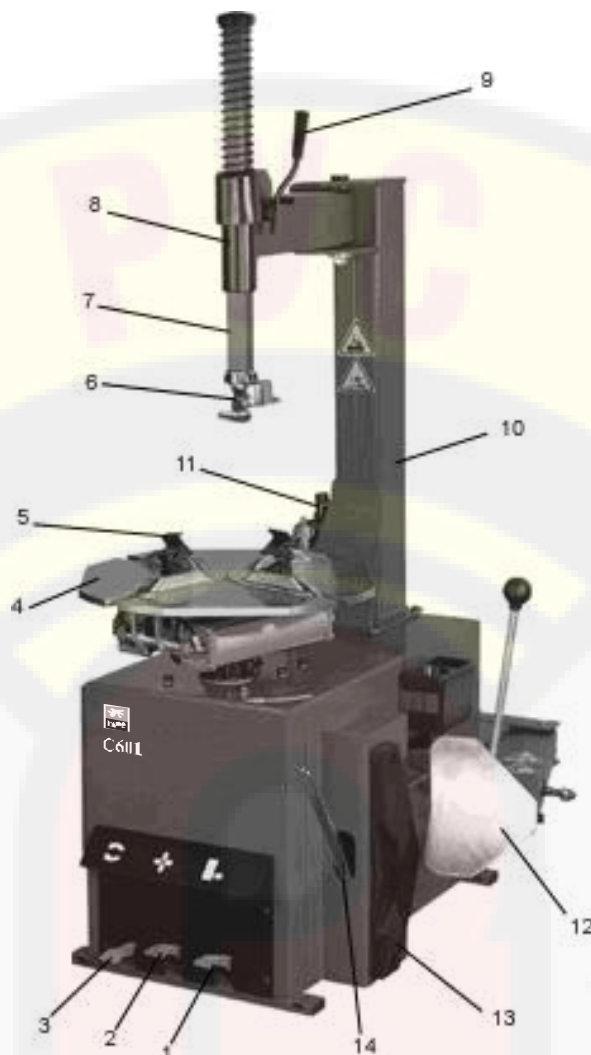

Рисунок .2
6.1.2 Отожмите педаль реверса 3 (рисунок 2) вниз, поворотный стол должен повернуться в направлении часовой стрелки. Отожмите педаль вверх – и поворотный стол должен повернуться в направлении против часовой стрелки.
6.1.3 Нажмите педаль отжима 1 (рисунок 2), чтобы привести в действие отжим. Когда отпустите педаль – отжим должен вернуться в исходное положение.
6.1.4 Нажмите педаль зажимных кулачков 2 (рисунок 2) один раз, чтобы открыть четыре кулачка. Нажмите педаль снова, чтобы закрыть кулачки.
6.3.2 Расположите колесо в сборе ровно на поворотном столе 4 (рисунок 2).
Расположите четыре кулачка 5 (рисунок 2) в соответствии с отметкой, сделанной на поворотном столе, путем отжатия педали зажимных кулачков вниз наполовину 2 (рисунок 2).
6.3.4 Опустите держатель монтажной головки 7 (рисунок 2) пока монтажная головка не окажется рядом с ободом колеса и сверху шины. Затем закрепите держатель монтажной головки в нужном положении, используя зажимную рукоятку.
6.3.6 Двигайте борт шины через монтажную головку, нажимая педаль реверса 3 (рисунок 2).
6.3.7 Удерживая лопатку 14 (рисунок 2), вращайте поворотный стол в направлении часовой стрелки, отжимая до отказа педаль реверса. Продолжайте до тех пор, пока шина не будет полностью отделена от обода колеса.
6.4.2 Закрепите колесо, используя внутреннюю часть кулачков 5 (рисунок 2)
ЗАМЕЧАНИЕ: Работая с колесами одинакового размера, необязательно всегда закреплять и ослаблять держатель монтажной головки. Вместо этого двигайте зажимную рукоятку 8 (рисунок 2) в стороны с закрепленным держателем монтажной головки 7 (рисунок 2).